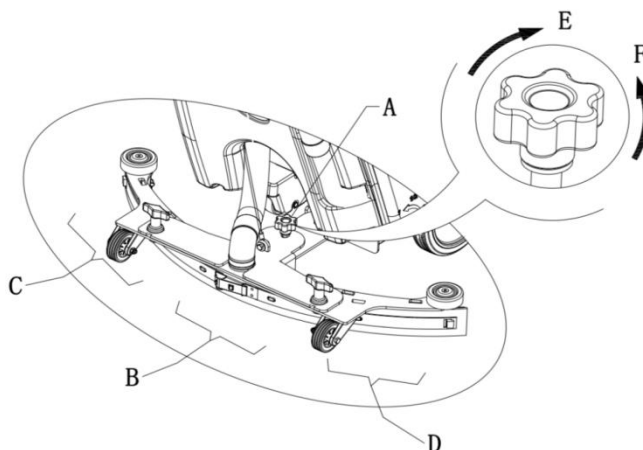

Figura 6
1. Instale o squeegee e aperte a porca (16), e ligue a mangueira de vácuo (11) ao squeegee.
2. Ajuste o squeegee através do punho de ajuste correspondente (A, Figura 6).
- a) Se existir um espaço entre o chão e a secção do meio da lâmina do squeegee traseiro (B), ajuste o botão (A) para a esquerda (F) até todas as secções da lâmina do squeegee traseiro estarem em contacto com o chão e a lâmina frontal tocar ligeiramente no chão.
- b) Se existir um espaço entre o chão e as secções do fim da lâmina traseira (C e D), ajuste o botão (A) para a direita (E) até todas as secções da lâmina traseira estarem em contacto com o chão e a lâmina frontal tocar ligeiramente no chão.